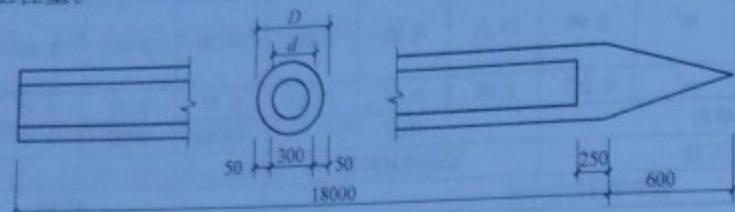

图 1-20 预制钢筋混凝土离心管桩示意图
**【例 1-20】** 某工程打预制钢筋混凝土离心管桩, 如图 1-20 所示, 共 70 根, 混凝土为 C30, 计算工程量。